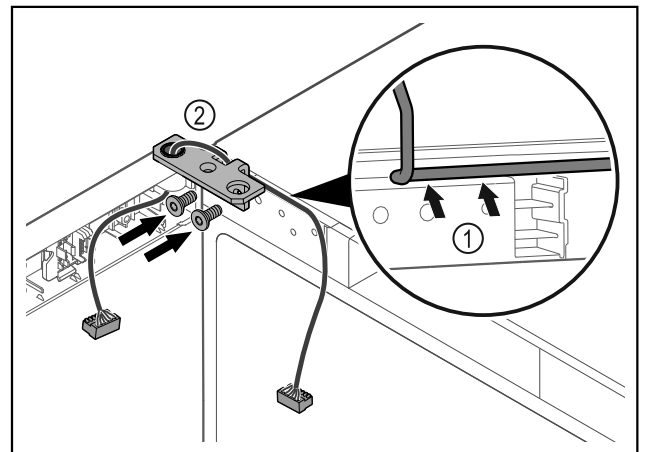

Fig. 63
- ▶ Кабель провести через виїмку шарнірного кутика і обережно прокласти Fig. 63 (1).
- ▶ Накрутити шарнірний кутик Fig. 63 (2).